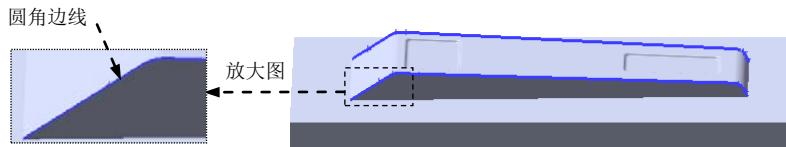

图 12.2.30 圆角边线
(2) 定义圆角类型。采用系统默认的圆角类型。
(3) 定义圆角对象。选取图 12.2.30 所示的边线为要圆角的对象。
(4) 定义圆角的半径。在 **圆角项目(1)** 区域的 文本框中输入圆角半径值 1.0，选取 **切线延伸(G)** 复选框。
(5) 单击 按钮，完成圆角 8 的创建。